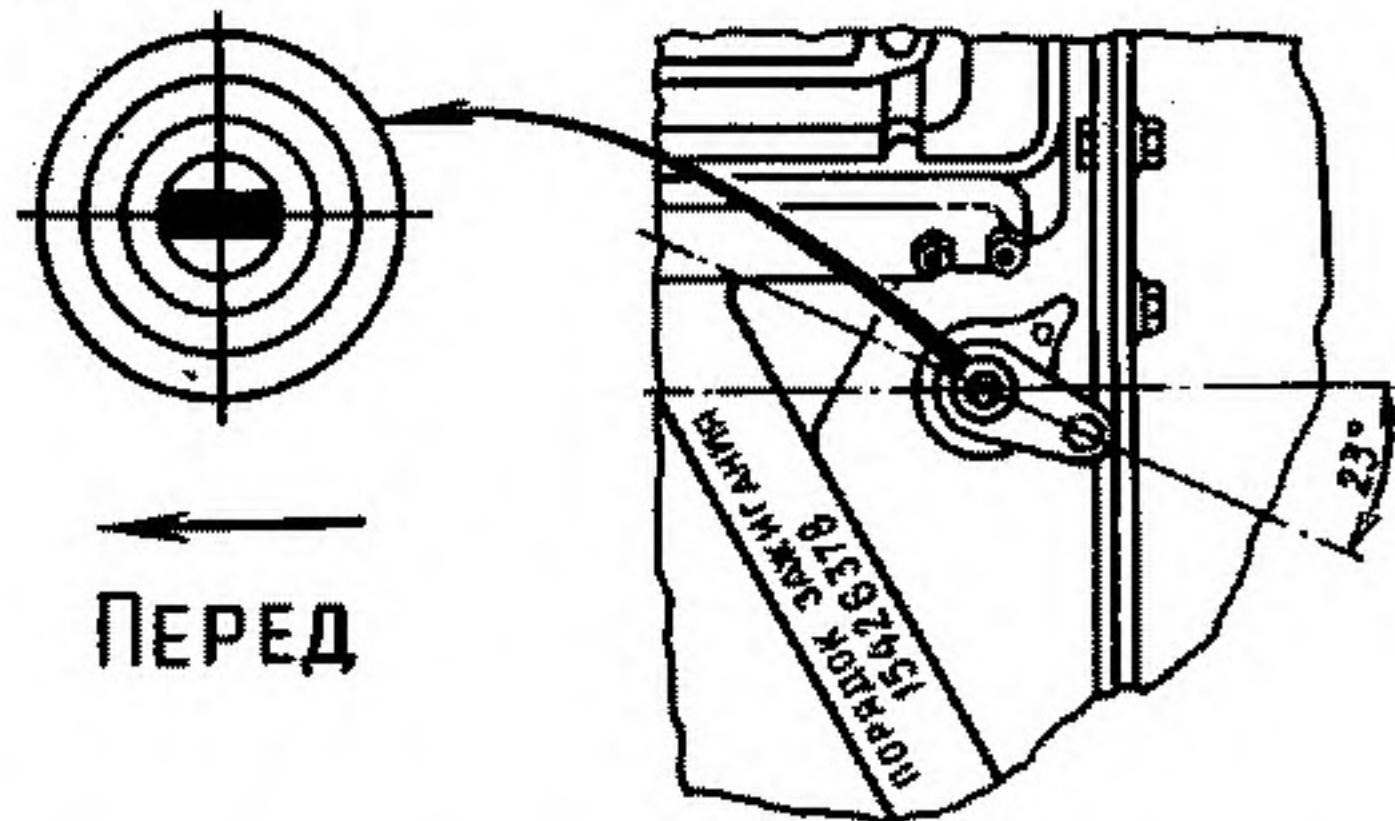

Рис. 33. Установка привода датчика-распределителя и распределителя
2. Вставить привод датчика-распределителя в отверстие блока так, чтобы прорезь в валике привода была направлена вдоль оси двигателя и смещена влево по ходу автомобиля (рис. 33).
3. Закрепить корпус привода держателем и гайкой так, чтобы кронштейн с резьбовым отверстием, имеющийся на корпусе привода, был направлен назад по ходу автомобиля и повернут примерно на 23° влево от продольной оси двигателя, как показано на рис. 33.
2. Вставить привод распределителя в отверстие блока так, чтобы прорезь в валике привода была направлена вдоль оси двигателя и смешена влево по ходу автомобиля (рис. 33).
3. Закрепить корпус привода распределителя держателем и гайкой так, чтобы кронштейн с резьбовым отверстием, имеющийся на корпусе привода распределителя, был направлен назад по ходу автомобиля и повернут примерно на 23° влево от продольной оси двигателя, как показано на рис. 33.